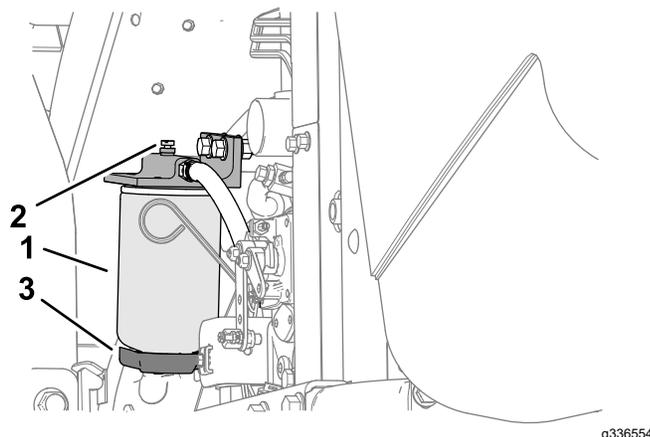

Figure 73
4. Desserrez le robinet de vidange au bas de la cartouche du filtre (Figure 73).
3. Nettoyez la surface autour des supports de la cartouche du filtre (Figure 73).